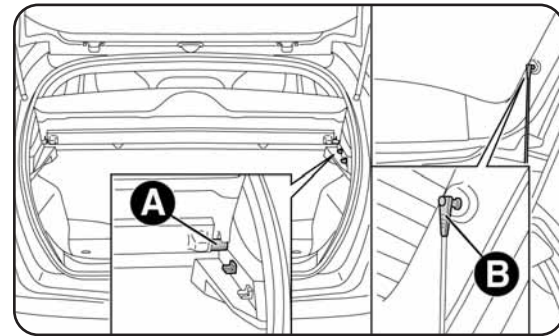

fig. 61
- libérer les crochets A-fig. 61 (un par côté) ;
- décrocher les fixations B-fig. 61, tourner la plage arrière à 90°, puis la retirer vers l'extérieur.